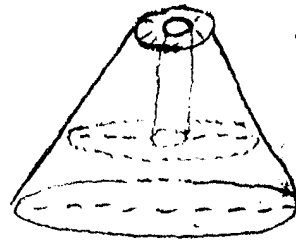
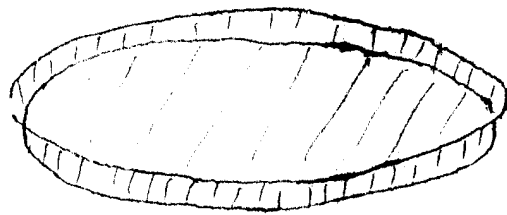
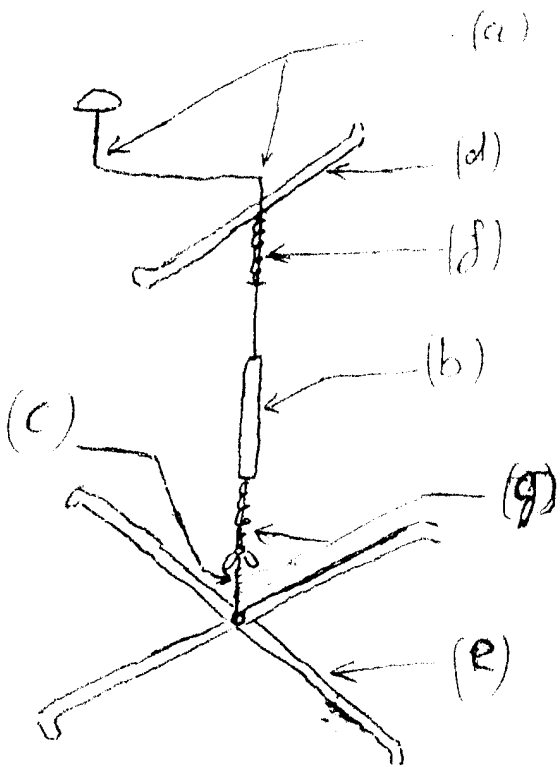

figure 2
figure 4
figure 3
La figure 2 : représente le cône interne strié de l'extérieur et centré d'un tube oblong ou carré.
La figure 3 : Représente la manivelle qui permet la rotation du cône interne .Elle se compose d'une tige métallique avec 2 flexion droites (a) et surquoi est soudée une tige carrée ou oblongue (b) ainsi qu'une tige filetée à l'extrémité (c) .
La figure 4 une vaisselle qui se pose au dessous de la dépouilleuse pour comprendre ce qui soit dépouillé.
- 1) Dispositif pour dépouiller les poichiches , les amandes , les cacahouètes... après être moitis par l'eau , caractérisé en ce qu'il comporte un double cône ( 2 cônes entrelacés) externe figure (1) ainsi qu'un cône interne ( figure2) , une manivelle qui fait tourner ce dernier pour dépouiller les poichiches...(figure3) et une vaisselle (figure4) .
- 2) Dispositif, selon la revendication (1) caractérisé en ce que la cône inférieur de la figure (1) est strié de la face interne, et le cône de la figure (2) est strié de la face externe.
- 3) Dispositif selon la revendication (1) ou la revendication (2) caractérisé en ce qu'une manivelle figure (3) met le cône de la figure(2) au centre du cône inférieur du double cône (1) pour dépouiller les poichiches ou les cacahouètes ou les amandes en faisant rotations.
- 4) Dispositif selon la revendication (3) est caractérisé en ce que la manivelle figure(3) comprend 2 flexions droits (a), une tige carrée ou oblongue (b) une tige filetée (c) 2 lames de fixations à bornes pliées : une supérieure (d) avec ressort de fixation (f), et une inférieure (e) . Cette dernière est sous forme de 2 lames soudées perpendiculairement au centre. Cette figure (3) comprend aussi un ressort ou lame de compression (g) et un écrou à oreille pour faire monter ou descendre le cône rotatif.